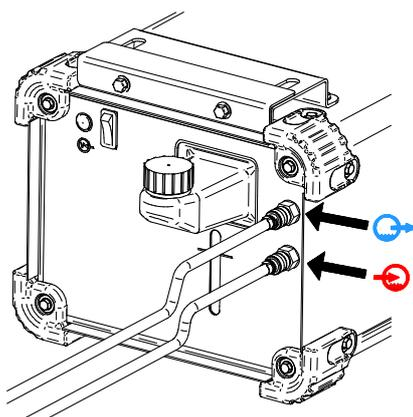

Figura 6.
- Collegare i tubi flessibili del gruppo di raffreddamento ai raccordi di ingresso [5] e di uscita [4](Figura 6).
- Collegare i tubi del gruppo di raffreddamento – Figura 6.